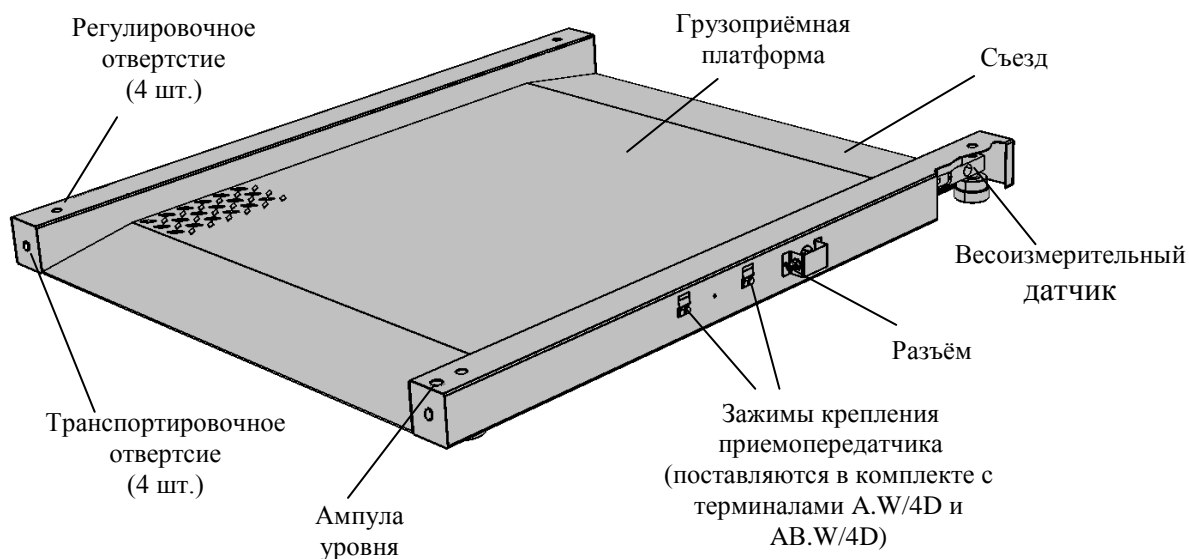

Рис. 4.1- Модуль взвешивающий 4D-LM_
4.1 Модуль взвешивающий представляет собой единую конструкцию из рамы и грузоприёмной платформы с двумя съездами. В состав модуля входят четыре цифровых весоизмерительных датчика с опорами (см. Рис. 4.1).